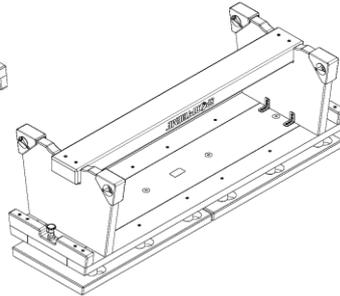

Abb. 4: Stabil und schmal
- Um eine stabile und schmale Lauffläche (s. Abb. 4) zu erhalten, wird die Bank in den Ausgangszustand gebracht und auf die breite Lauffläche gestellt.